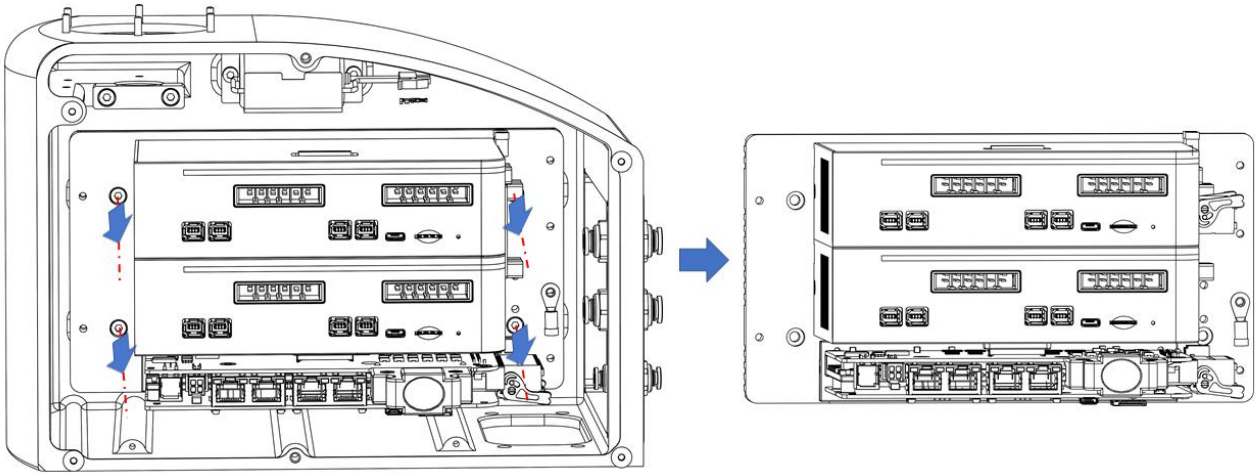

图 5-4 拆卸控制器固定零件螺钉
**步骤5** 拧松控制卡安装零件上螺钉，将控制器从控制柜中拆出，如图 5-4 所示。